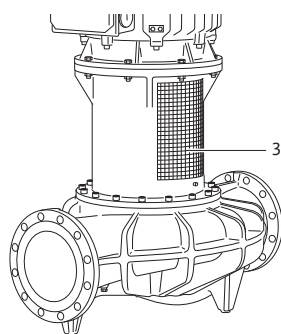

Fig. 38: Monteret koblingsbeskyttelsesplade
- Anvend kun pumpen med monterede koblingsbeskyttelsesplader (fig. 38, pos. 3).